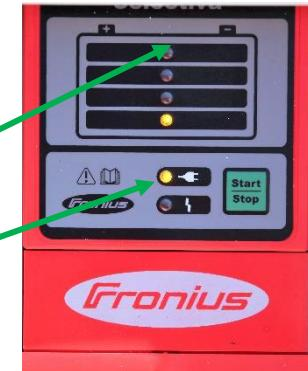

Abb.13. Ladegerät
- 2.) Schalten Sie den **AUFBAU / STÜTZUNG WAHLSCHALTER** ins „**STÜTZUNG**“ Position ein (siehe Abb.13.)